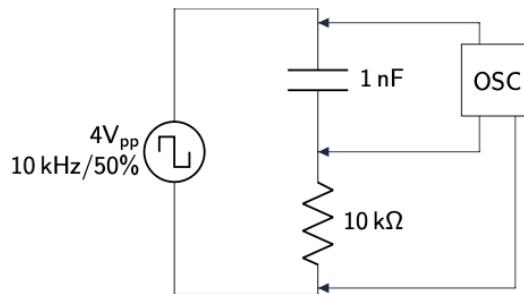

Figura 8.2: Circuito de medición para la corriente en el condensador
5. Intercambie la posición de los componentes R y C , como se muestra en la figura 8.2. Mida Vf y VR.
6. Explique por qué la tensión pico-pico en la resistencia es el doble de la tensión pico-pico del generador para el circuito de la figura 8.2.